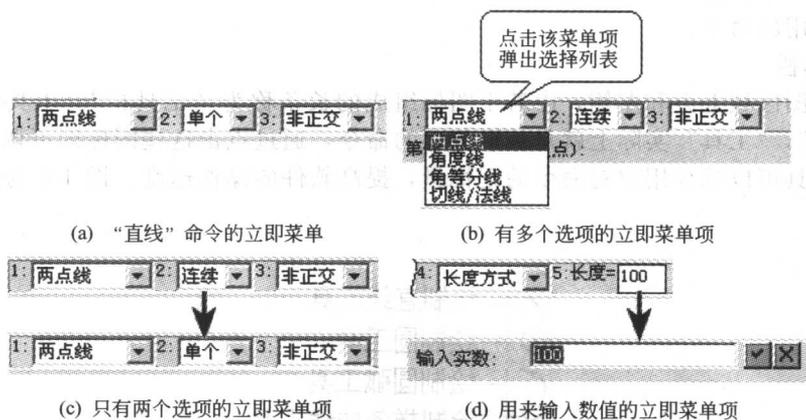

图 1-2 直线绘制命令的立即菜单
CAXA 电子图板的很多命令提供了多种执行方式，用户可以根据实际情况灵活选用。调用这些命令后，系统会在程序窗口的左下角位置列出命令的可选项，称为立即菜单。通过立即菜单，用户可以设置命令执行的方式和参数。图 1-2(a) 为“直线”命令的立即菜单。
① 鼠标点选。用鼠标点击立即菜单项，如果立即菜单项有多个选项，则弹出相应的菜单，如图 1-2(b) 所示；如果立即菜单项只有两个选项，则自动切换，如图 1-2(c) 所
示；如果立即菜单项是用来输入数值的，则弹出输入数值文本框，如图 1-2(d) 所示。
② 快捷键“Alt+数字”。同时按“Alt”键和立即菜单项前的数字键即可调用该立即菜单。如果菜单项中有多个选项，可以按住“Alt”键后连续按数字键进行循环选择。例如，在直线命令的立即菜单中（见图 1-2），按住“Alt”键再连续按两次数字键“1”，即可调用角度线功能。
(3) 工具菜单